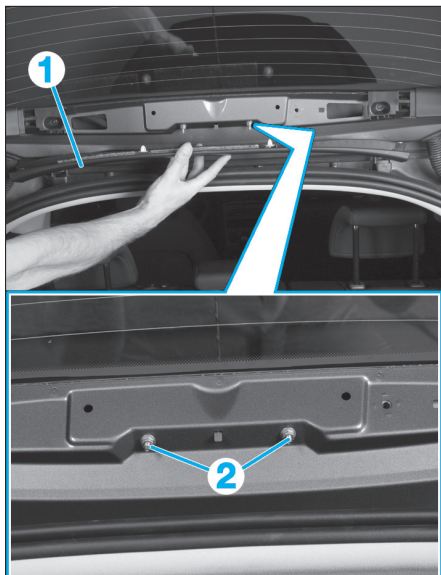

Fig. 149
- Dégrafer la garniture (1) (Fig.149).
- Déposer les écrous (2).